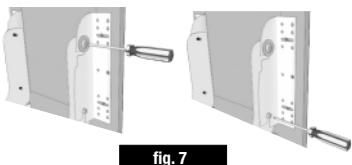

fig. 7
Paso 9: Monte la puerta con los soportes instalados en los tornillos de montaje en las placas del producto. Apriete bien los tornillos de la parte inferior. Apriete los tornillos superiores (con las arandelas) pero de modo que le permite realizar ajustes más adelante. (Ver la ilustración 7)